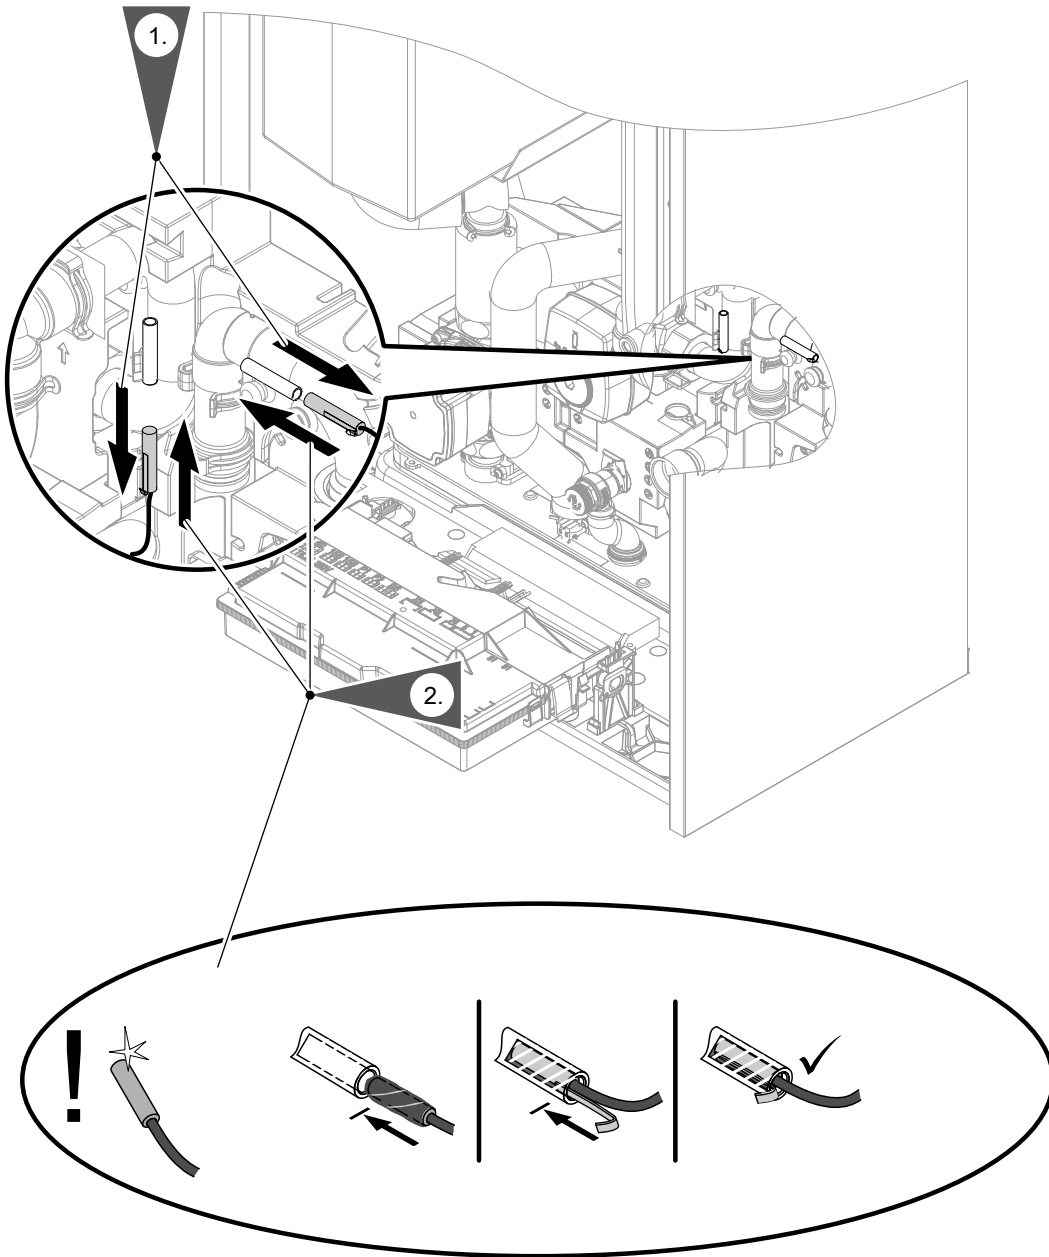

Abb. 94
- Temperatursensoren Sekundärkreis: Siehe Abb. 94 und 95.